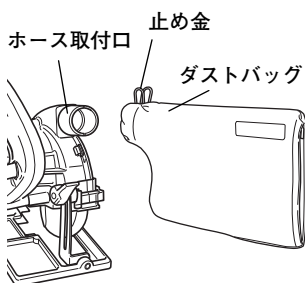

図 27
- (1) ホース取付口に付いているゴムアダプタを引き抜きます。
- (2) ダストバッグの止め金をつまみ、さし込み口を広げ、ホース取付口にさし込みます。(図27)